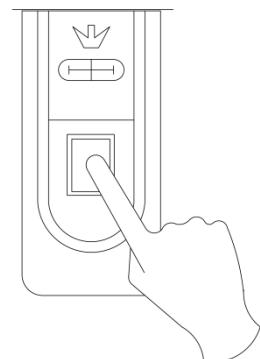

Рис.11.3
3. Подача электропитания на блок управления. (Рис. 11.3.)